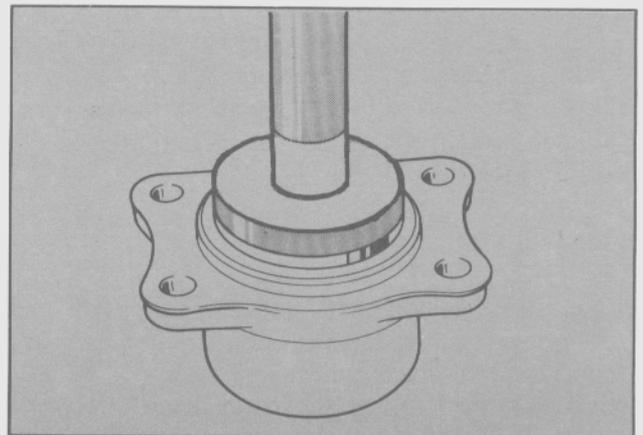

Fig. 23. Instalación de los retenes de aceite
- Lubricar los retenes de aceite y colocarlos en su posición con la herramienta especial T84G-1202-BAS (Fig. 23).